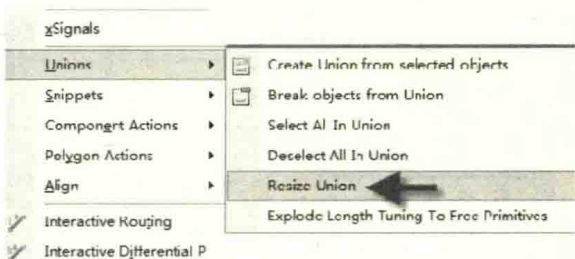

图 11-39 执行大小变更
② 在 Logo 上面再次单击鼠标右键，选择执行命令“Unions-Resize Union”，如图 11-39 所示。